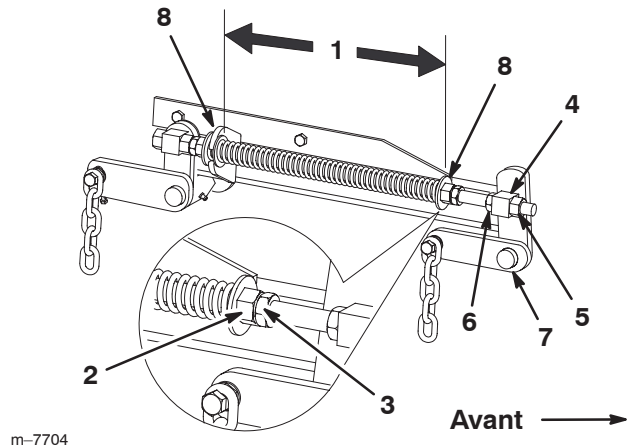

Figure 55
7. Desserrez d'environ 13 mm (1/2 pouce) les écrous de blocage à l'avant des pivots avant gauche et droit (Fig. 55).
8. Réglez les écrous de relevage sur les côtés gauche et droit de la machine de manière à **abaisser l'avant de 6 à 10 mm (1/4 à 3/8 pouce) au point A par rapport au point B à l'arrière** (Fig. 55).
1. Déplacez le levier de relevage du plateau de coupe à la position de transport (Fig. 55).
2. Vérifiez que les 2 grandes rondelles sont bien espacées de 26,7 cm (10-1/2 pouces) (Fig. 55).
3. Réglez cette distance en desserrant l'écrou de blocage du ressort et en tournant l'écrou devant chaque ressort (Fig. 55).
4. Bloquez l'écrou en position en serrant l'écrou de blocage du ressort (Fig. 55).